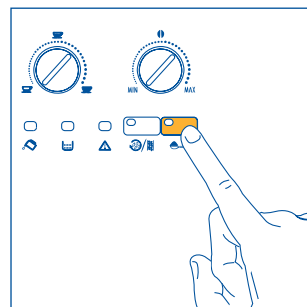

Fig. 18
1. Appuyez sur la touche ☞ pour sélectionner la fonction café prémoulu (fig. 18). Le voyant dans le bouton s'allume pour indiquer que la fonction a été sélectionnée et que le fonctionnement du moulin à café est coupé.